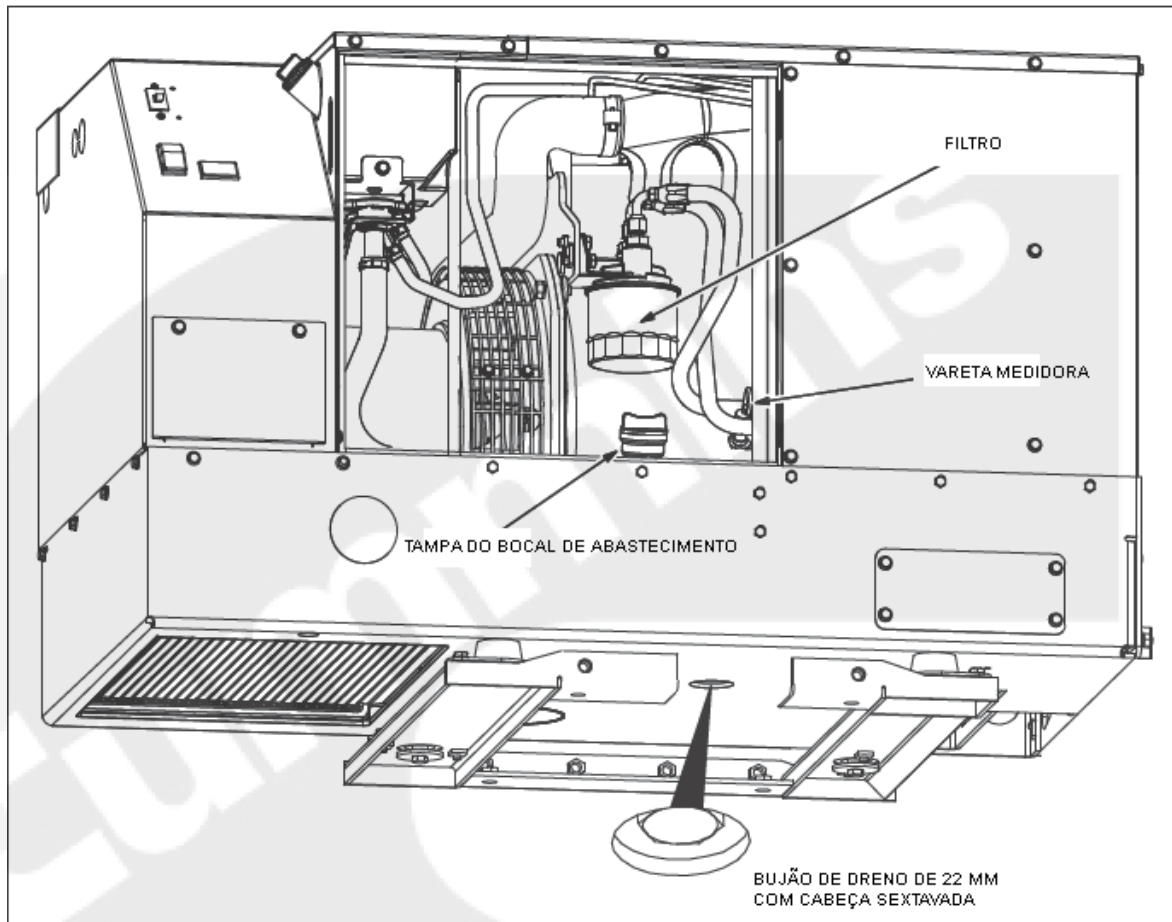

FIGURA 3-1. MANUTENÇÃO DO ÓLEO DO MOTOR
Verifique o nível do óleo do motor (Figura 3-1).
2. Retire a vareta medidora de óleo, limpe-a, reinsira e retire-a novamente para verificar o nível de óleo (Figura 3-1).
1. Coloque um recipiente sob o bujão de dreno de óleo (Figura 3-1), opere o grupo gerador até aquecer e desligue-o.
5. Reabasteça com 5,6 litros (5,9 quartos de galão) de óleo, verifique o nível do óleo (Figura 3-1) e feche a porta de acesso frontal.